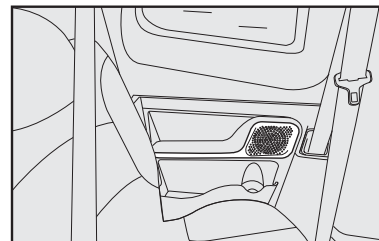

fig. 90
- En la lateral trasera de la Strada Double Cabina **fig. 90**.